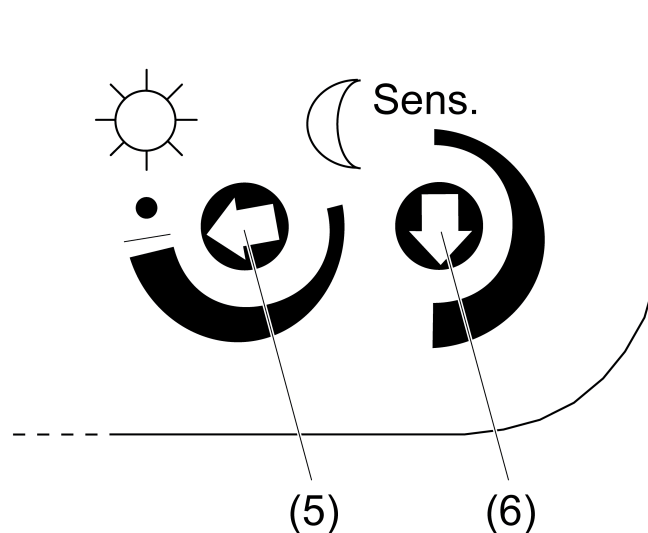

Figure 9: Sélecteur sur la face arrière
- À l'aide du sélecteur de luminosité **Sens.** (6), régler la sensibilité du capteur entre la sensibilité maximale et minimale (figure 9).
- Régler la valeur de consigne de la luminosité avec le sélecteur de valeur de consigne de la luminosité (5) :